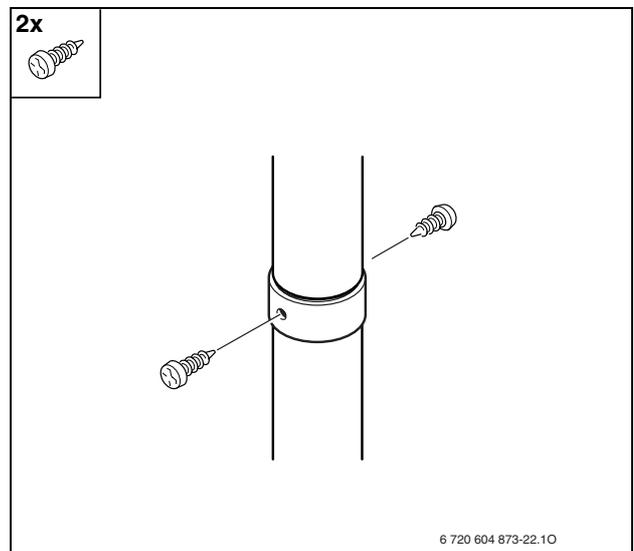

Fig. 4
- Utilizzando le viti incluse, assicurare la tubazione per l'aria comburente (Fig. 4).